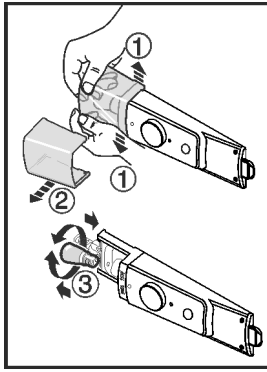

Fig. 12
- ▶ Poklopac žaruljice rastavite prema slici, unutra, pritiskom u prednjem dijelu Fig. 12 (1) i skinite ga povlačenjem u stranu Fig. 12 (2).
- ▶ Zamijenite žarulju. Fig. 12 (3)